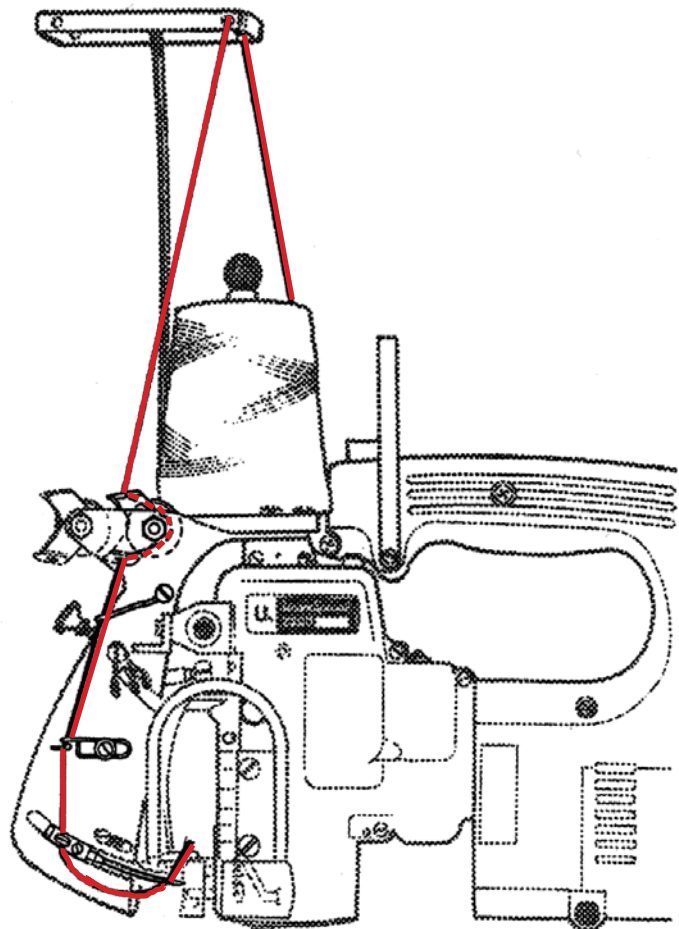

Fig. 4
Check the threading of the machine. Observe the threading diagram Fig. 4 on page 18 and paragraph "THREADING".
Prüfen Sie die Einfädelung der Maschine. Beachten Sie die Einfädelungsanleitung Fig. 4, Seite 18, und den Abschnitt „EINFÄDELN“.
Thread the machine as shown in Fig. 4.
To thread the looper (double locked stitch machines only) open the hinged cover (A, Fig. 4) and turn the motor handwheel in operating direction until the needle is in its lowest dead center below the throatplate. Reclose hinged cover (A) after threading.
The tension (L, Figs. 4 and 13) controls the looper thread and the tension (N) controls the needle thread. Only a slight tension should be applied on the looper thread. The tension applied on the needle thread depends on the size of the thread and the thickness of the fabric to be sewn and has to be regulated till the machine sews and chains off perfectly.
The presser foot pressure is regulated by the knurled regulating screw (B, Fig. 4).
Fädeln Sie die Maschine wie in Fig. 4 gezeigt ein.
Zum Einfädeln des Greifers (nur bei Doppelkettenstichmaschinen) öffnen Sie die Verschlussklappe (A, Fig. 4) und drehen am Motor-Handrad in Drehrichtung bis die Nadel ihren unteren Totpunkt unter der Stichplatte erreicht hat.
Die Spannung (L, Fig. 4 und 13) reguliert den Greiferfaden und die Spannung (N) den Nadelfaden. Der Greiferfaden soll nur leicht gespannt sein. Die Nadelfadenspannung wird je nach Stärke des Fadens und der Dicke des Nähguts eingestellt, damit die Maschine einwandfrei näht und kettelt.
Der Drückerfußdruck wird mit der gerändelten Stellschraube (B, Fig. 4) reguliert.
Loosen screw (D, Fig. 4) of the needle head and draw out the needle. Insert the shank of the new needle as far as it will go into the needle seat and with the flat of the shank facing to the front.
Lösen Sie die Schraube (D, Fig. 4) im Nadelkopf und ziehen Sie die Nadel heraus. Stecken Sie den Kolben der neuen Nadel bis zum Anschlag in den Nadelsitz und mit der Fläche am Kolben nach vorne.